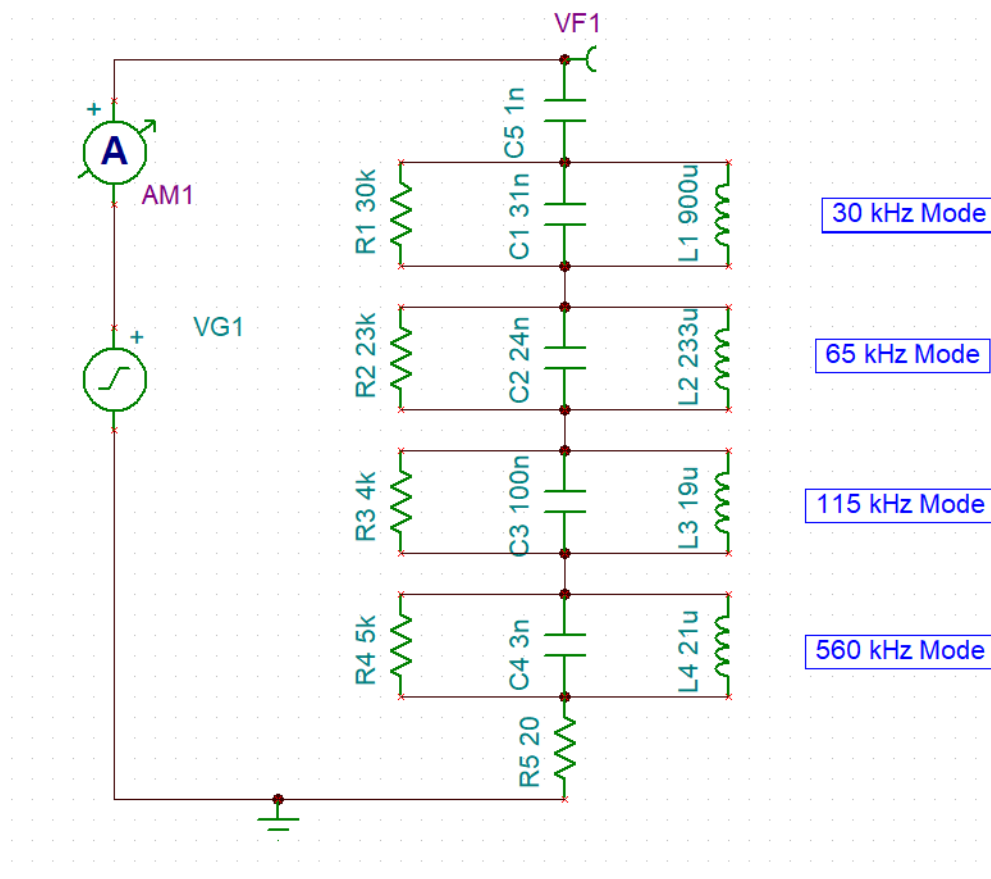

图 4-1. LCS 的等效电路模型
了解压电式器件等效电路对于分析和设计系统至关重要，因为这样可以将复杂的机电交互简化为易于管理的电气模型，从而实现性能预测和优化。有多个模型可以模拟压电压的行为，这里我们提供了一个示例。在示例中，LCS 由一个大容量电阻器和一个大容量电容器以及多个 LRC 网络组成，这些网络都串联在一起，如图 4-1 所示。每个 RLC 部分代表机械特性，如质量 (L)、顺应性 (C) 和机械阻尼 (R)，而串行大容量电容器和电阻器表示器件电极的电容和电阻。